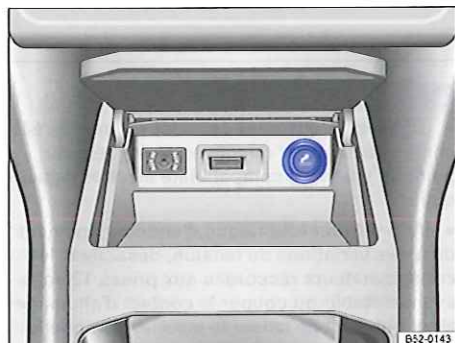

Fig. 133 Dans la partie inférieure de la console centrale, sous un cache : allume-cigare
- Enfoncez le bouton de l'allume-cigare lorsque le contact d'allumage est mis $\Rightarrow$ fig. 133.